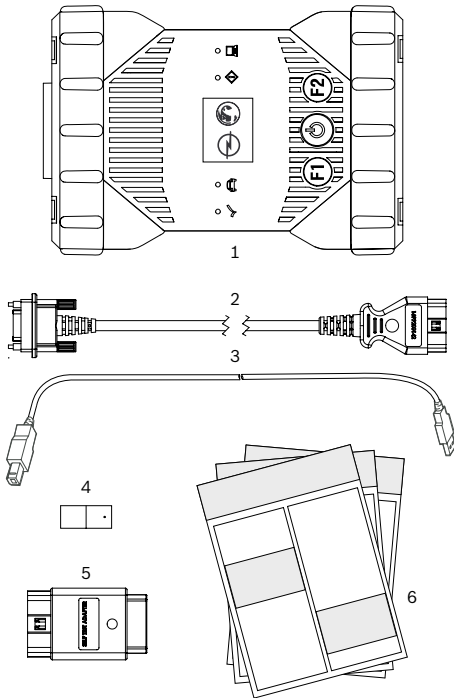

Abb. 1: Lieferumfang (1a oder 1b)
1. Slut Opel-Vauxhall-VCI (fig. 1, pos. 1) med OBD-tilslutningsledningen til OBD-tilslutningen på køretøjet (fig. 1, pos. 2).
1. Opel-Vauxhall-VCI (Abb. 1, Pos. 1) an den Computer mit der beigefügten USB-Leitung (Abb. 1, Pos. 3) anschließen.